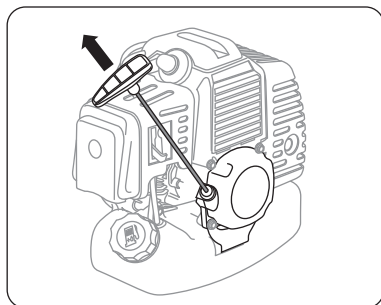

рис. 11
6. Придерживая триммер, плавно потяните рукоятку стартера до момента зацепления в механизме стартера. После чего энергично вытяните шнур на 50–60 см (рис. 11). Во избежание повреждения корпуса стартера не бросайте рукоятку стартера, плавно верните ее в исходное положение. Повторите данные действия 3–5 раз до первой вспышки топлива в двигателе. При этом двигатель заводиться не должен.